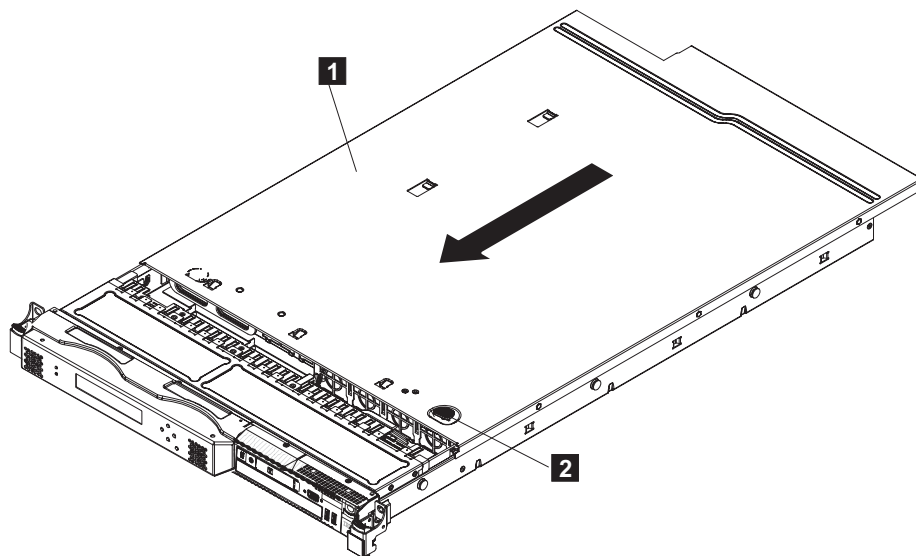

図72. SAN ポリユーム・コントローラー 2145-CF8 カバーの再取り付け
5. 97 ページの図 72 に示すように、カバーをノードの前面に向けてスライドさせます。